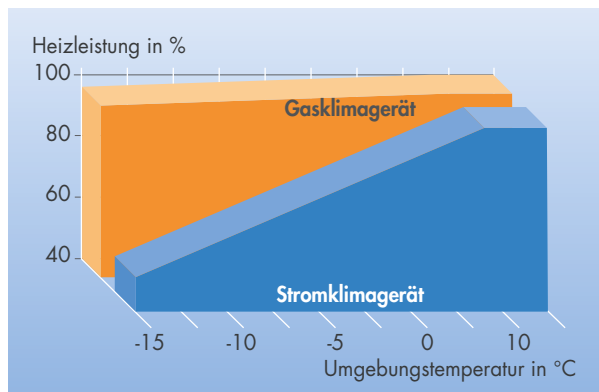

Bild 11: Die Anlaufzeit für den Heizbetrieb wird bei Gasklimageräten im Vergleich zu elektrisch betriebenen Systemen beträchtlich verringert.
- Schon nach kurzer Aufheizzeit steht die volle Geräteleistung zur Verfügung, da die Abwärme des Motors sofort zum Heizen eingesetzt wird (Bild 11).